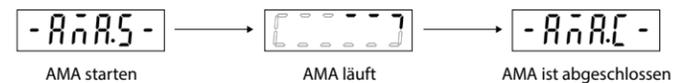

Abbildung 7: AMA-Statusanzeigen
- Stellen Sie [1] *Komplette AMA aktivieren* oder [2] *Reduzierte AMA aktivieren* für *Parameter P4.2.1.3 AMA-Modus* ein. Im Hauptdisplay wird *AMA starten* angezeigt, siehe *Abbildung 7*.